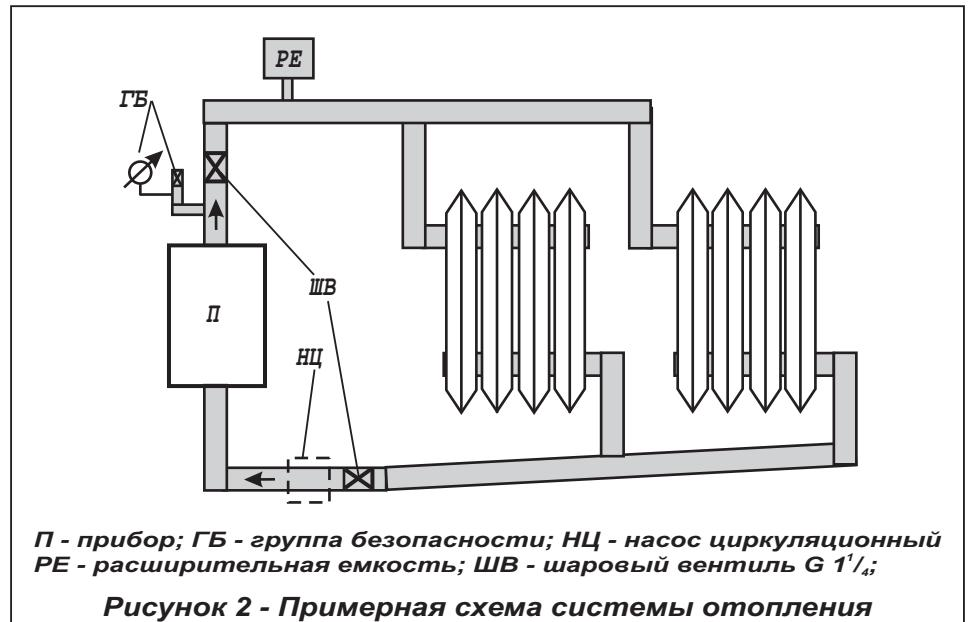

Рисунок 2 - Примерная схема системы отопления
- 27 Казань, "ТатГазСельКомплект", тел. (843) 55-77-971, 55-77-977
- 34 Краснодар, "Аква-Юг", тел. (861) 274-59-00, 274-62-02
5.9 **Внимание!** При эксплуатации прибора запрещается полностью или частично перекрывать шаровые вентили на входе и выходе из котла (см. рисунок 2).